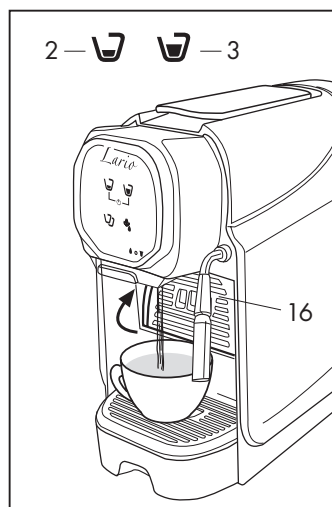

Fig. 6
Chiudere il supporto tazza piccola (16) e posare una tazza sulla griglia quindi premere un simbolo di erogazione (2-3), la macchina eroga acqua (**Fig. 6**); premere nuovamente il simbolo quando si è raggiunta la quantità d'acqua desiderata. L'operazione di risciacquo è conclusa quando almeno tre tazze d'acqua sono state erogate.